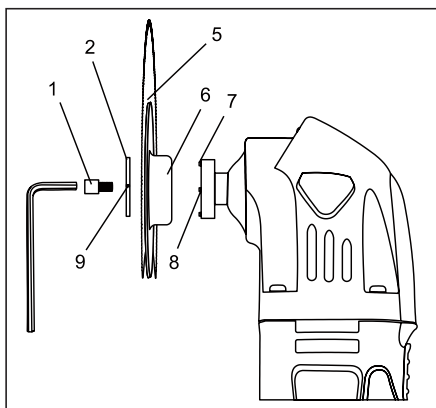

Fig. 2
2. Puneți lama ( 5 ) al suportului accesorii ( Fig. 2 ).